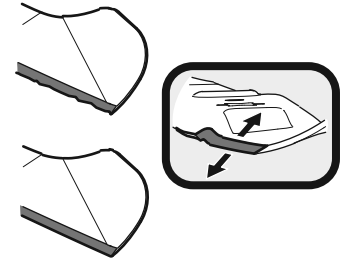

Figure 36
- Pour aiguiser correctement les lames de coupe, aiguissez les deux tranchants des lames de façon égale, parallèlement à la voile, à un angle de 25 à 30 degrés. Aiguissez toujours chaque lame de coupe de façon égale pour assurer l'équilibre des lames. Voir Figure 36.